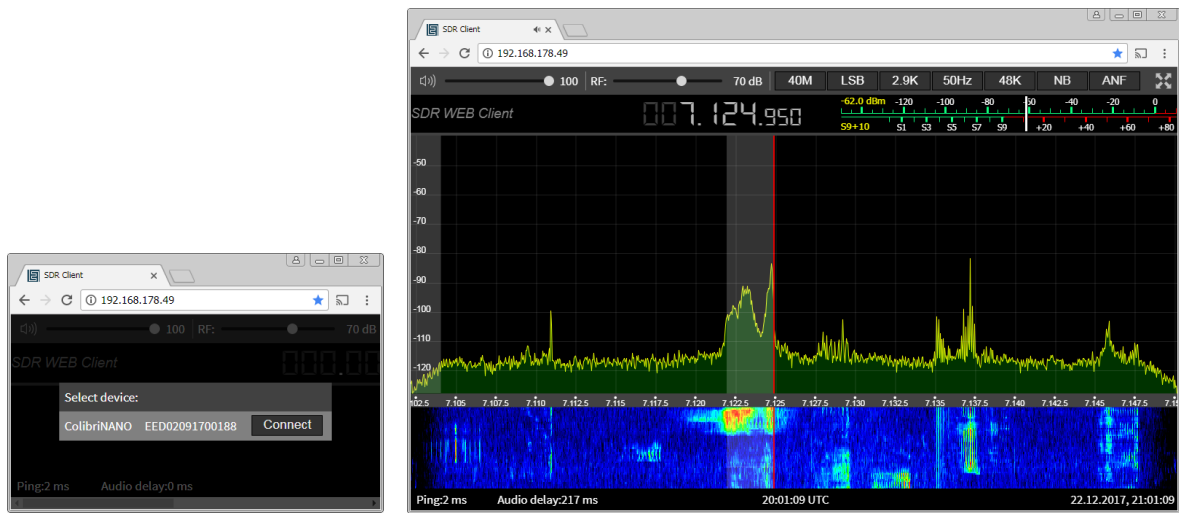

**Bild 24: ColibriNANO mit RPi3 als Server für den Zugang ins Heimnetz und Internet**
Der ColibriNANO ist von Hause aus kein netzwerktaugliches Gerät. Um den Receiver ins heimische Netzwerk zu bekommen, benötigt man einen USB-Netzwerk-Server oder den Mini-PC Raspberry Pi3. Der ColibriNANO wird über seinen USB-Stecker mit dem RPi3 verbunden und dieser über LAN mit dem heimischen Router (**Bild 24, 25**). Der RPi3 erhält dann vom Router automatisch eine IP-Adresse (bei mir 192.168.178.49). Anschließend installiert man die Software (Image Datei) "ExpertRS-RPi3 for ColibriNANO" (2) auf die SD-Karte des RPi3. Nach Start des RPi3 ist der ColibriNANO jetzt unter der IP-Adresse des RPi3 im Netzwerk erreichbar, ähnlich einer Web-CAM.